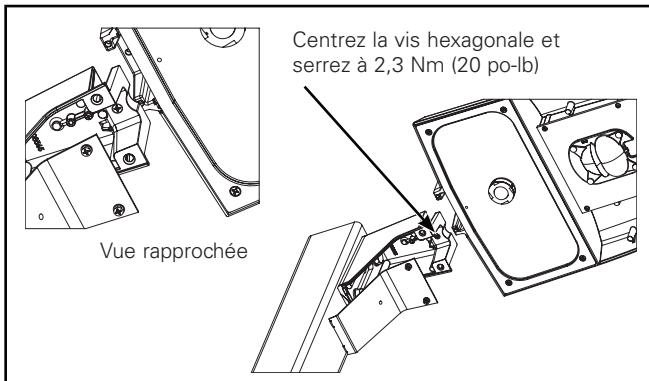

Figure 3.
- Pliez les fils du luminaire fermement vers la porte de ce dernier lorsque vous glissez le luminaire sur le bras de fixation. Serrez la vis hexagonale du centre à 2,3 Nm (20 po-lb). (Figure 3.)